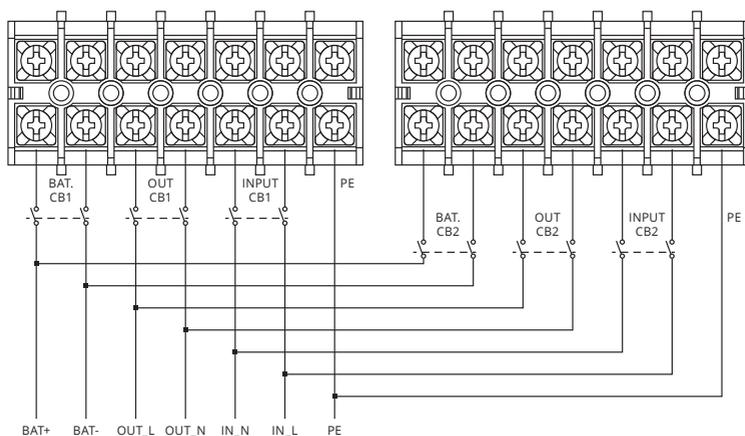

Рис. 2-6: Схема параллельного подключения
3. Силовые входы всех параллельных ИБП должны быть подключены к общей шине входной сети. Выходы ИБП на нагрузку так же должны быть соединены в единую выходную сеть (см. рис. 2-6).
5. В соответствии со схемой подключения ИБП в параллель (рис. 2-6) необходимо установить автоматические выключатели для каждого ИБП (номиналом, соответствующим их мощности и требованиям настоящего руководства). Общие автоматические выключатели входа, выхода и АКБ всей параллельной системы должны быть выбраны исходя из суммарной мощности установленных в параллель ИБП и требований местных стандартов.